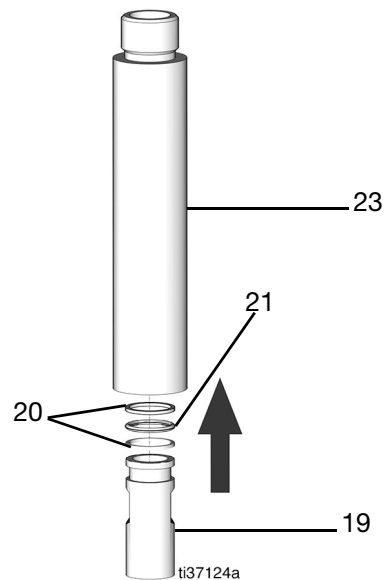

図 59
13. 2 つのバックアップリング (20) と O リング (21) を新しいバックアップリングと O リングと交換し、軽くグリースを塗ります (図 59)。
14. ピストンブッシング (19) を固定されるまで下ポンプチューブ (23) の中に配置します (図 59)。